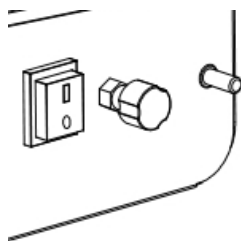

Figura 3
- f. Regolare fiamma e potenza ruotando la manopola di regolazione in senso antiorario per incrementarne il livello o in senso orario per diminuirlo (figura 3).